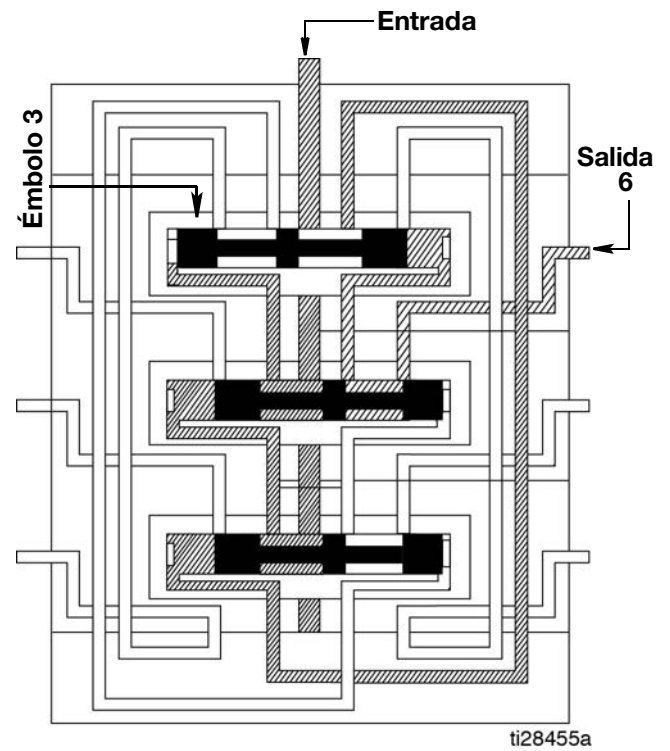

FIG. 12
2. El émbolo 3 se abre, dejando pasar lubricante hasta la salida 6 (FIG. 12).